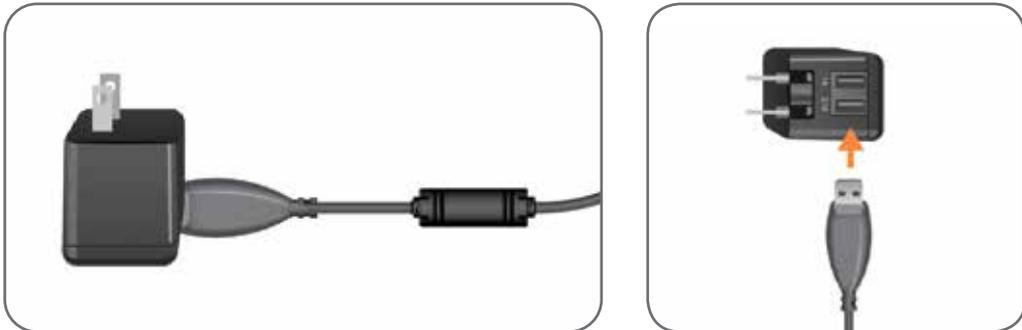

Ilustración 6-1: Inserción del cable de carga USB en el adaptador de CA
2. Inserte el extremo USB del cable de carga magnético en cualquiera de los dos puertos USB disponibles en el adaptador de CA. Consulte la ilustración 6-1.